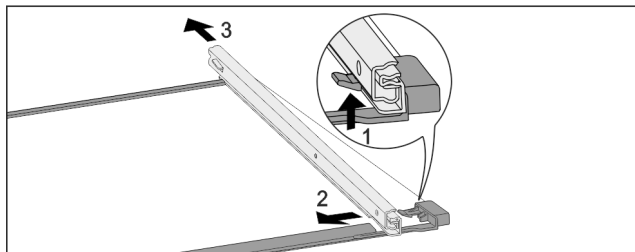

Fig. 142 Glashylla med skenor
- Tryck främre spärr uppåt. Fig. 142 (1)
- Skjut bort utdragsskena i sidled Fig. 142 (2) och bakåt Fig. 142 (3).